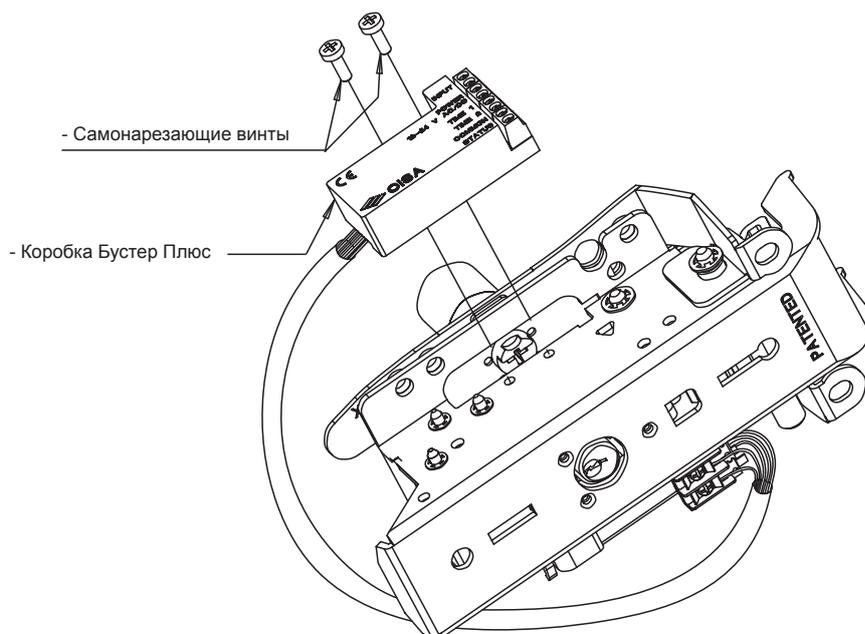

Рис.5
- 2) вставить диам. 4 в отверстие 2, проникая полностью вглубь замка, обращая внимание на то, чтобы кабели катушки не были повреждены (рис.5).